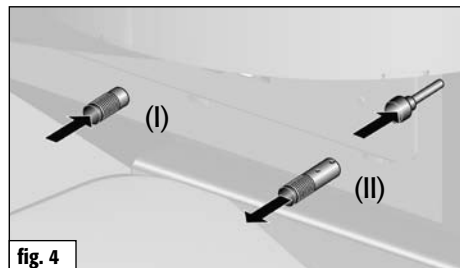

fig. 4
Regolare l'aria primaria e l'aria secondaria.	Chiudere la valvola dell'aria primaria (I), posizionare la valvola dell'aria secondaria (II) tra lineetta 2 e 3 (fig. 4)